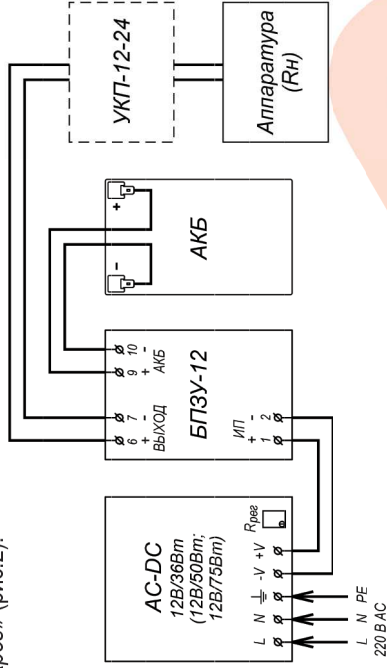
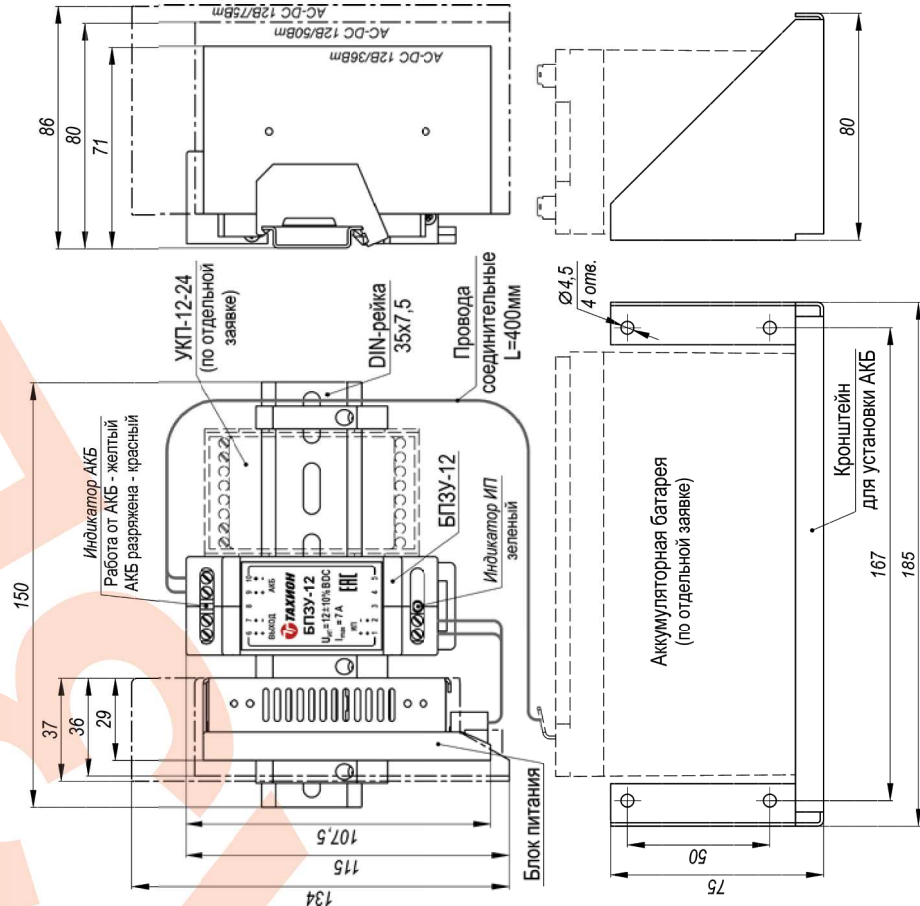

Рис.2 Схема электрическая принципиальная
Рис.1 Устройство, габаритные и установочные размеры
Подключение цепей изделий производится в соответствии со схемой электрической принципиальной (рис.2). Для подключения необходимо:
2. Установить аккумуляторную батарею на кронштейн (см. рис.1) и подключить ее проводами соединительными к контактам 9 (+) и 10 (-) БПЗУ-12, соблюдая полярность.
4. Подать трехпроводным кабелем напряжение питания 220В AC на соответствующие контакты блока питания, при этом фазный провод (L) соединить с контактом L, нулевой провод (N) с контактом N, а провод заземления соединить с контактом PE.
5. При необходимости отрегулировать значение выходного напряжения при помощи потенциометра «Rpot» (рис.2).
12. Габаритные размеры ..... см. рис. 1
Устройство изделия приведено на рис.1, схема подключения на рис.2.